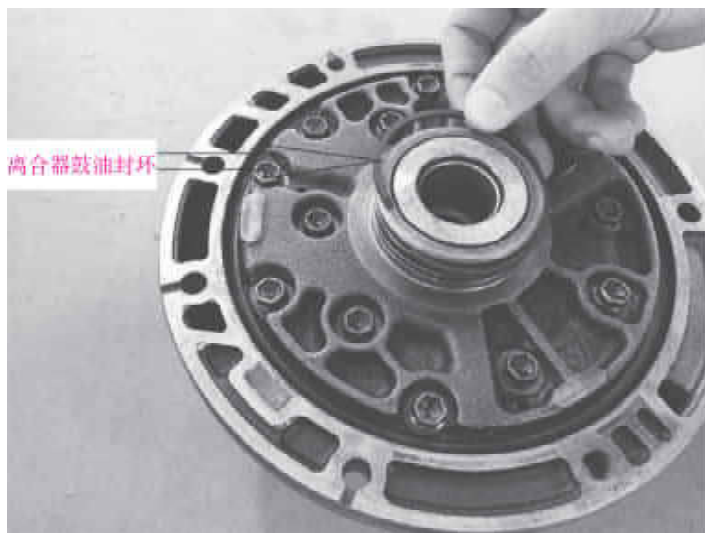

图 3-13 安装油封
(7) 安装离合器鼓的油封环到导轮轴背侧, 注意不必要时要不要打开油封外端头部, 安装油封环后, 检查它们是否能够平滑移动, 如图 3-13 所示。